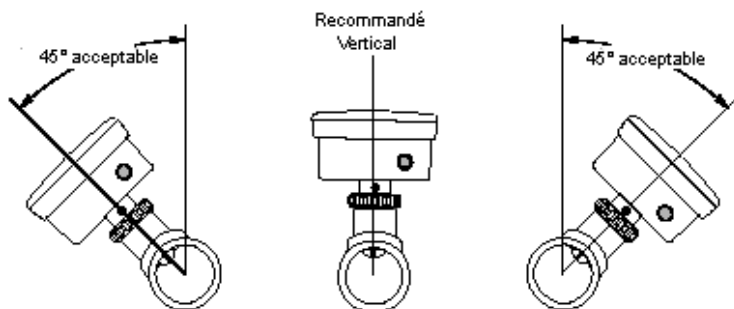

Fig. 7
- Le F2000 peut être monté sur des canalisations verticales ou horizontales (voir Fig. 4 & 5). Dans le cas d'une canalisation horizontale, nous recommandons d'effectuer le montage en position verticale (voir Fig. 7). Sur une canalisation verticale, une installation en n'importe quel point autour de la canalisation est acceptable ; toutefois, la canalisation doit être constamment pleine d'eau. Une pression avale est indispensable pour des canalisations verticales dont le flux est descendant.
- Percer 1 trou de Ø 29 mm au centre de la canalisation. Sur des installations horizontales, le perçage doit être le plus vertical que possible. Ne pas dépasser 45° (voir Fig. 7). Le kit de perçage est disponible sous la référence 20000-062.